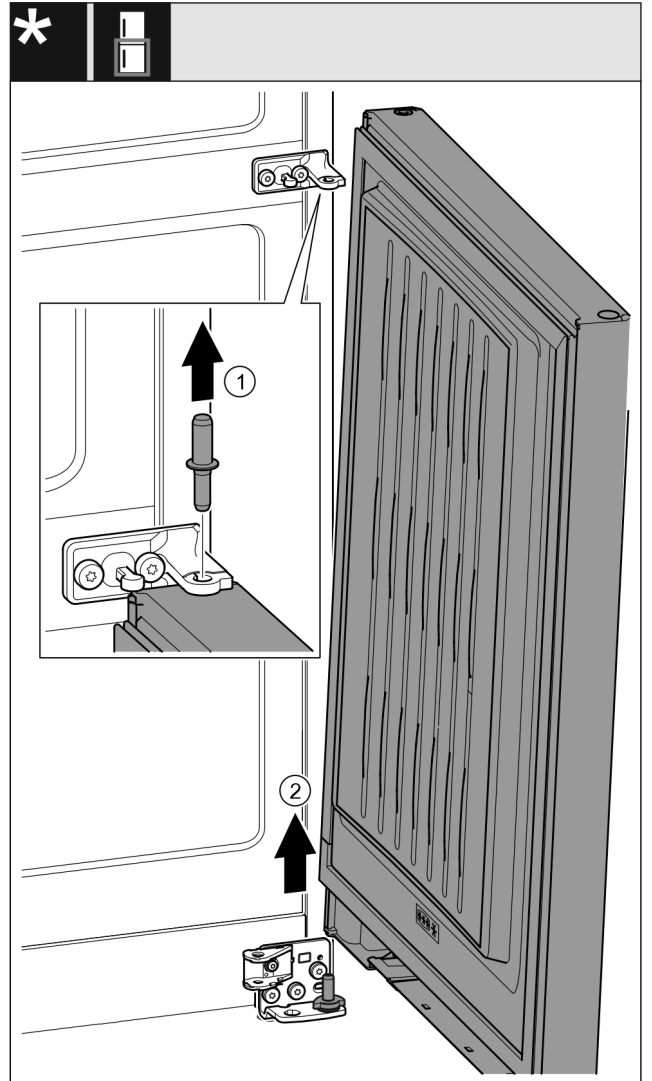

Fig. 22 带减震器*
- ▶ 向上拉出螺栓 Fig. 22 (1)。*
- ▶ 冰箱门 Fig. 22 (2)向外旋转，向上拉出后放在旁边。*